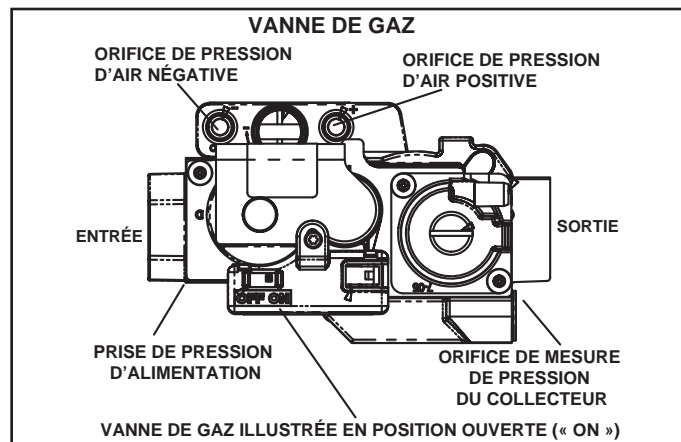

FIGURE 2
Fonctionnement de la vanne de gaz (Figure 2)
- 8 - Mettre l'interrupteur de la vanne de gaz sur « ON ». Voir Figure 2.